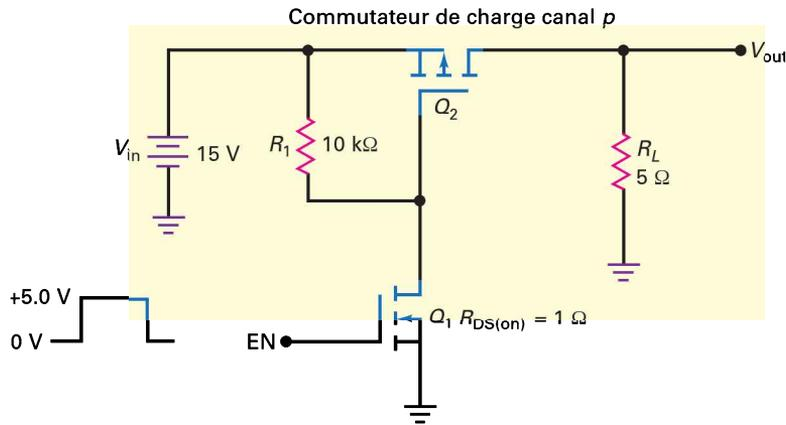

Figure 12.58
12.32 Dans la figure 12.58, quel est le courant de Q_1 quand le signal d'activation est à zéro volt ? Quand il est à +5 V ?
12.33 Quand le signal d'activation de la figure 12.58 est +5 V, quelle est la tension de sortie à travers la charge si Q_2 a une valeur de $R_{DS(on)}$ égale à 100 mΩ ?